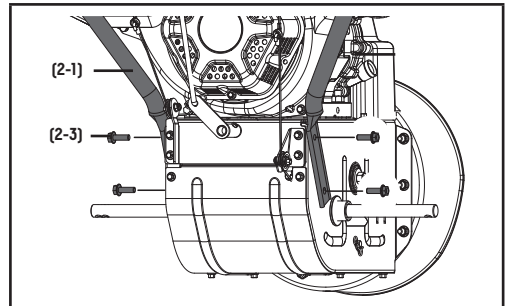

Figure 2
1. Fixez la poignée inférieure (2-1) au bâti de l'appareil avec les boulons (2-3) (Figure 2). Répétez pour l'autre côté.